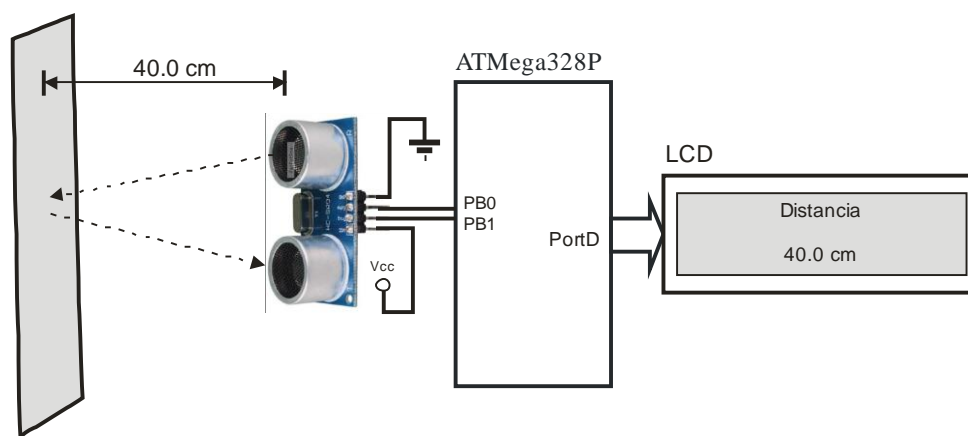

Figura 3. Hardware para el medidor de distancia
- 3. Medidor de distancia.** Realizar un sistema que mida la distancia en centímetros desde un MCU ATmega328P hasta un objeto frontal, con el apoyo de un sensor ultrasónico (se sugiere el HC-SR04), como se muestra en la figura 3.